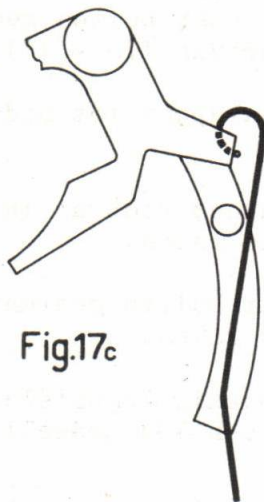

Fig.17c
- De veer 1 l komt langzaam terug tot het verticaal opstaande gedeelte van deze veer in het midden tegen de lip van de hefboom 1 i stuit (zie fig.17c).
- De stift 21f drukt de hefboom 1 i geheel om (zie fig.17c).